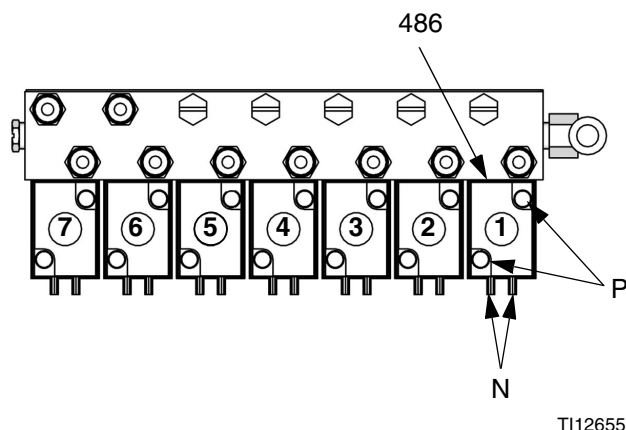

FIG. 31. Solenoidi del RoboMix
4. Svitare le 2 viti (P) e rimuovere il solenoide (486). Vedere FIG. 31 e Tabella 8.